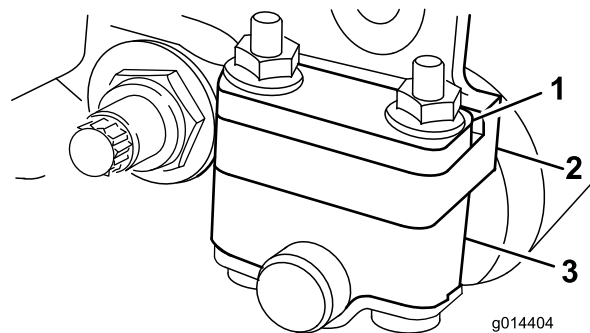
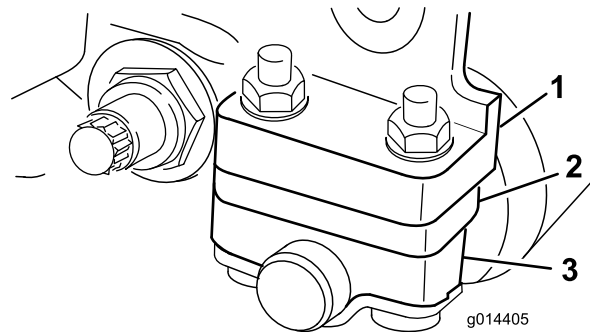

Figura 6
Figura 7
- Coloque el espaciador debajo de la brida de montaje de la chapa lateral para obtener un intervalo de alturas de corte de 3 a 25 mm, tal y como se muestra en la Figura 7.
Dependiendo del intervalo de alturas de corte deseado, tendrá que ajustar los soportes del rodillo trasero (Figura 6 o Figura 7) a la posición superior o inferior:
- Coloque el espaciador encima de la brida de montaje de la chapa lateral (ajuste de fábrica) para obtener un intervalo de alturas de corte de 1,5 a 6 mm, tal y como se muestra en la Figura 6.
4. Coloque los espaciadores sobre los pernos, encima o debajo de los soportes de los rodillos, según sea necesario (Figura 6 o Figura 7).